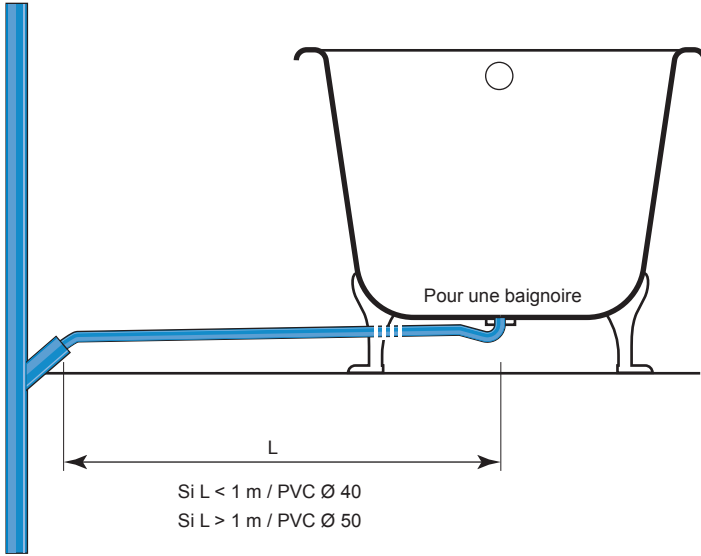

Figure A.2 – Diamètre d'évacuation pour une baignoire, selon la distance avec la colonne de chute EU.
2. 2a. Le tableau A.1 donne les valeurs suivantes : lave-mains Ø 32, baignoire Ø 40 (à moins d'1 m de la culotte voir [figure A.2]), lavabo Ø 32.